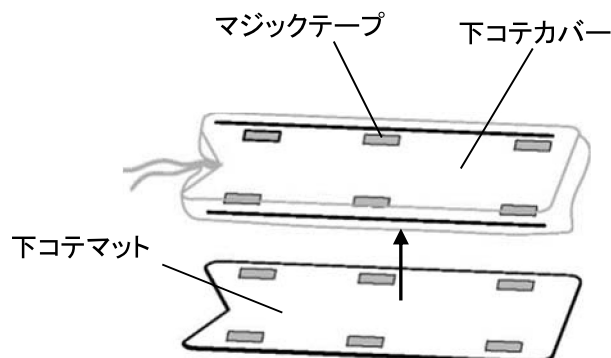

図 2
- ① 下コテカバーに下コテマットをマジックテープで留めてください(取り付けてください)。(図2)
- ② ステンレス棒 2 本を下コテカバーの左右の穴に入れてください。(図2)